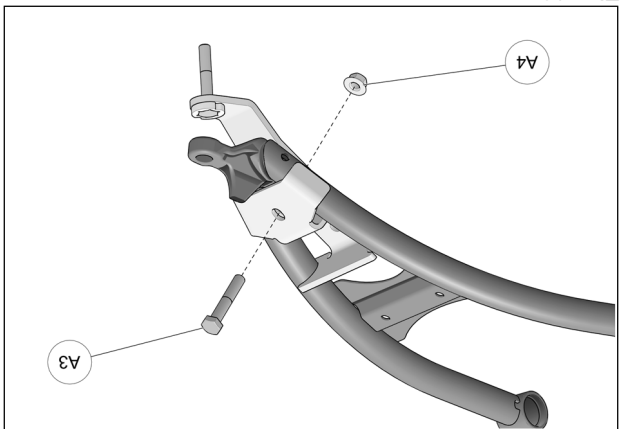

Fig. 12
6. Insérer le boulon M10x60mm (A3) par le dessus de l'ancrage. Assembler les deux parties avec l'écrou (A4) fourni. Serrer l'assemblage à un couple de 50 N•m [37 lb•pi]. Voir la Fig. 12